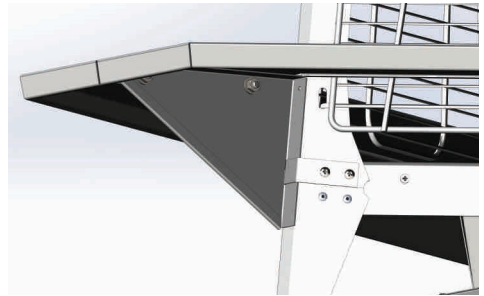

Рис. 20
7. удерживая первую подставку, установите вторую подставку как показано на Рис. 20, наживите болты в отверстия. Наживите на болты гайки, но не затягивайте их до конца сборки;